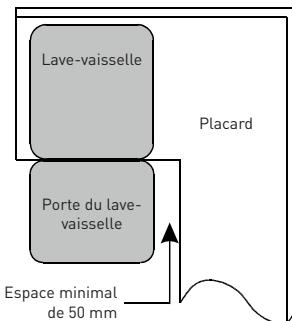

Fig. 2
2. Si le lave-vaisselle est installé dans le coin du meuble, il faudra laisser un peu d'espace (Fig. 2) lorsque la porte est ouverte.